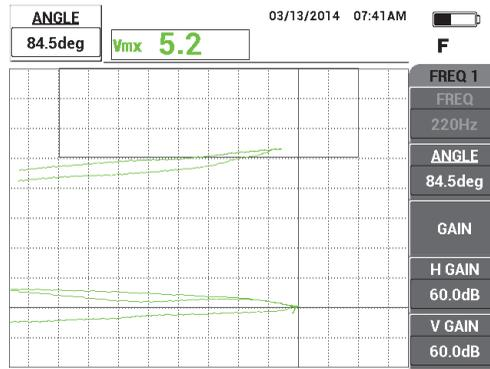

Figura 5-25 Il segnale di lift-off inferiore il più vicino possibile all'orizzontale
- Premere il tasto ANGLE () ed in seguito usare la manopola per regolare il segnale di lift-off inferiore in modo che sia il più vicino possibile all'orizzontale (vedere Figura 5-25 a pagina 154).